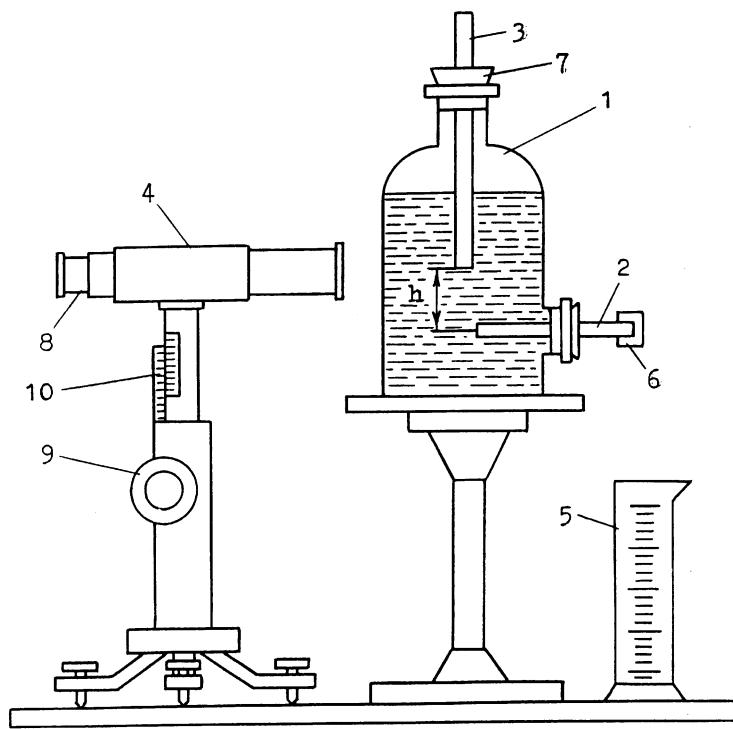

Рис. 2
Вода вытекает из сосуда Мариотта (1) (см. рис. 2) через трубку малого диаметра - капилляр (2) и наполняет измерительную мензурку с нанесёнными
1. Плотно вставить капилляр вместе с резиновой пробкой в боковое отверстие сосуда Мариотта и закрыть капилляр резиновой пробкой (6). Налить в сосуд дистиллированную воду и плотно закрыть горловину сосуда пробкой (7) с вставленной в нее трубкой (3) (рис. 2).
2. Вращением оправы окуляра (8) микроскопа (4) сфокусировать окуляр на шкалу отсчёта. Если шкала расположена не вертикально, повернуть тубус микроскопа. Вращением головки (9) кремальеры стойки установить микроскоп на уровне оси капилляра и, двигая микроскоп по столу, добиться чёткого изображения торца капилляра и конца трубы одновременно. Следует учесть, что микроскоп дает перевёрнутое изображение, поэтому изображение трубы оказывается ниже изображения